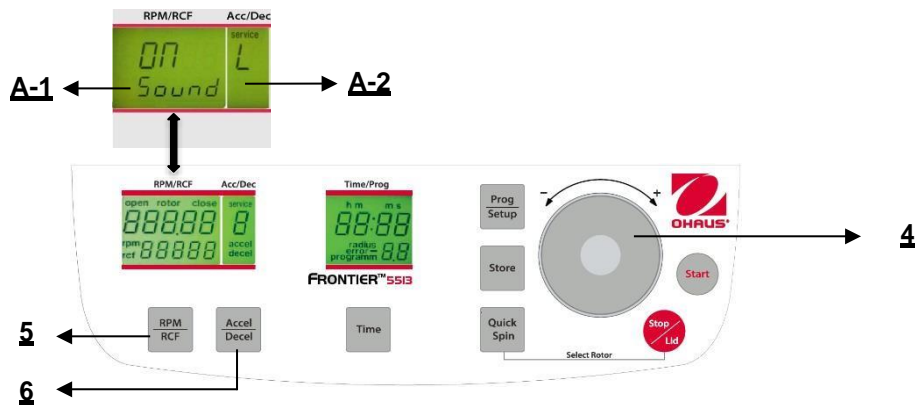

Figura. 30
Procedere come descritto al punto 4.1.2 per inserire questa modalità programma e poi premere il tasto **"Accel/Decel"** (6). **Sul display "Acc/Dec" (A-2) lampeggia la parola "Service"**. Selezionare adesso la lettera **"L"** con la quadrante di regolazione (4). Di conseguenza, compaiono le parole **"On Sound"** sul display **"RPM/RCF" (A-1)**. Se adesso si preme il tasto **"RPM/RCE" (A-1)**, lampeggia la parola **"On"** e si può disattivare la suoneria, con la quadrante di regolazione(4) (Vedere figura 30).